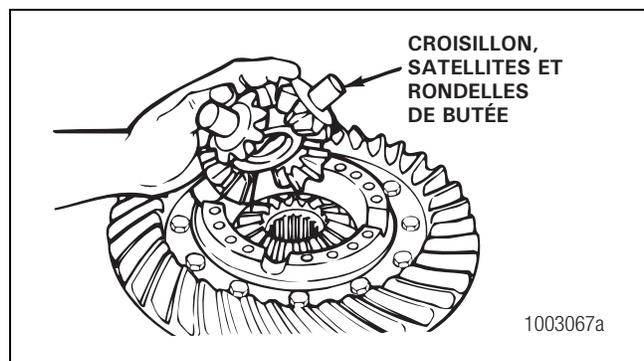

Figure 5.43
- Installer le croisillon, les satellites et les rondelles de butée dans le demi-boîtier. Figure 5.43.